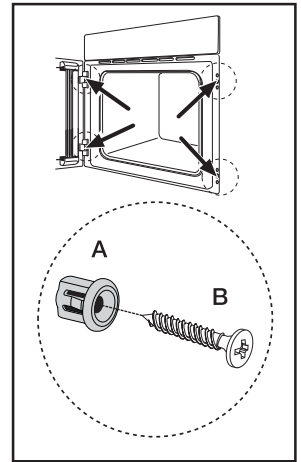

Abb. 16
2. Befestigen Sie den Ofen mithilfe der vier Abstandhalter im Möbel (Abb. 16 - A). Diese passen genau in die Löcher in dem Rahmen. Ziehen Sie anschließend die vier mitgelieferten Holzschrauben (Abb. 16 - B) fest.